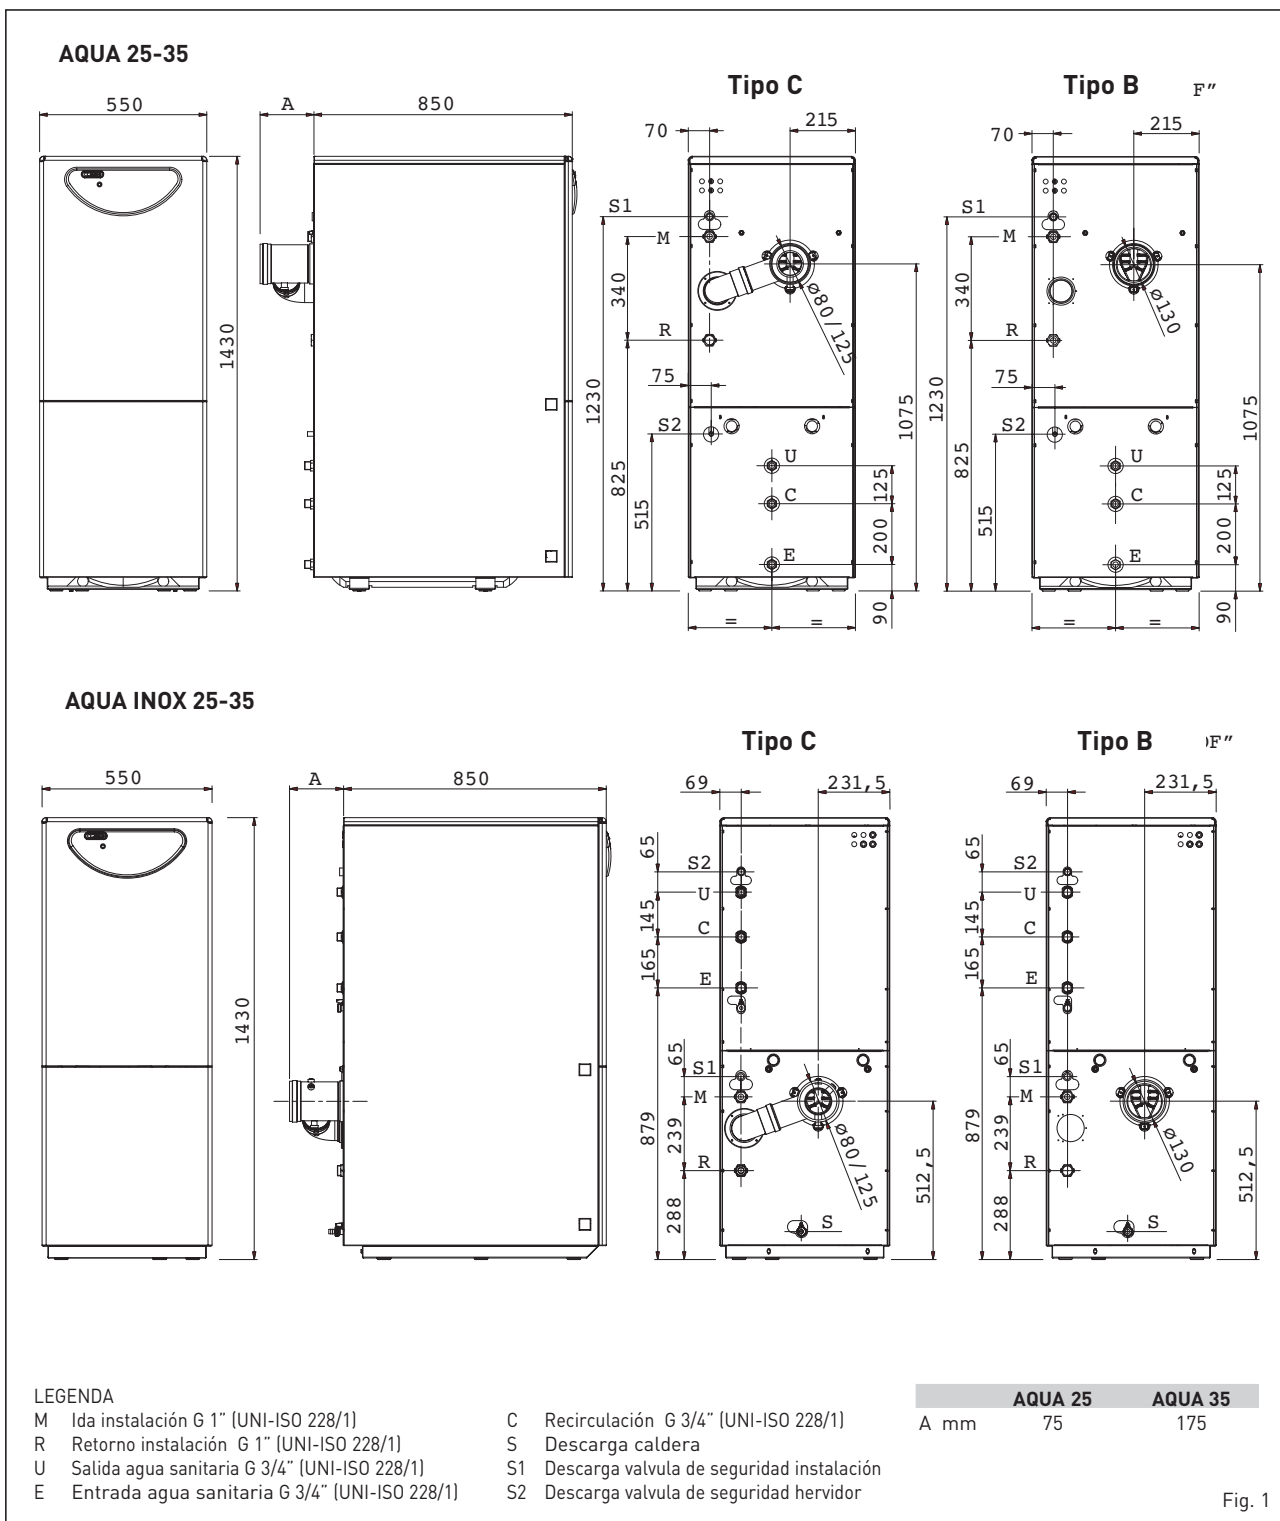

Fig. 1
1.2 DIMENSIONES (fig. 1)
Al efectuar las conexiones hidráulicas, asegúrese que se respeten las indicaciones dadas en la fig. 1. Es oportuno que las conexiones sean fáciles de desconectar por medio de empalmes con uniones giratorias.